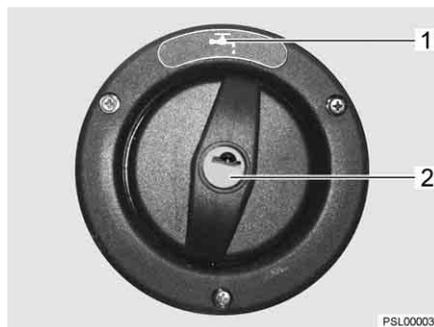

Fig. 38 Tapa de cierre para el tubo de llenado de agua potable
- ▷ El tubo de llenado de agua potable está identificado con el símbolo  (Fig. 38,1).
- Introducir la llave en el cilindro de cierre (Fig. 38,2) y girar en sentido contrario a las agujas del reloj.